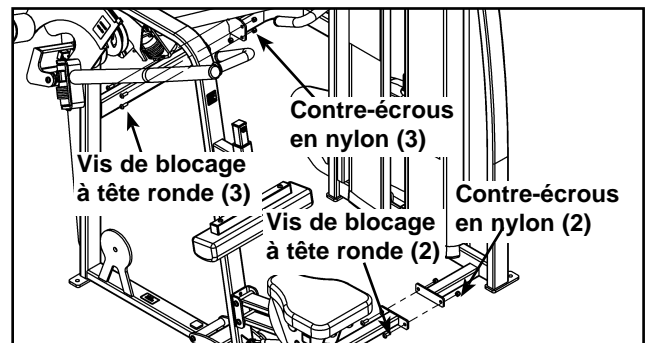

Figure 4
- J. En vous faisant aider, retirez avec précaution les cinq vis de blocage à tête ronde fixant les deux moitiés du châssis. Reportez-vous à la figure 4.
- L. En vous faisant aider, assemblez les deux moitiés avec précaution à l'aide des cinq vis de blocage à tête ronde retirées à l'étape 4J. Reportez-vous à la figure 4.